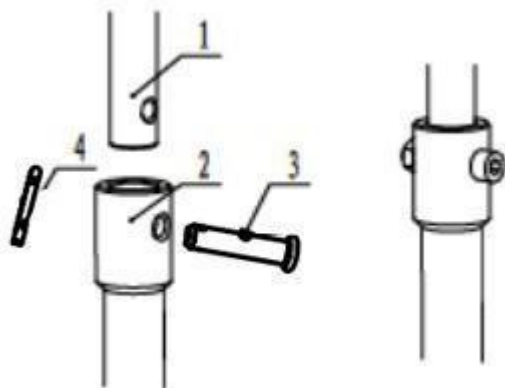

Fig. 4
5.2 Fixation de la tarière / foret. (Fig. 4)